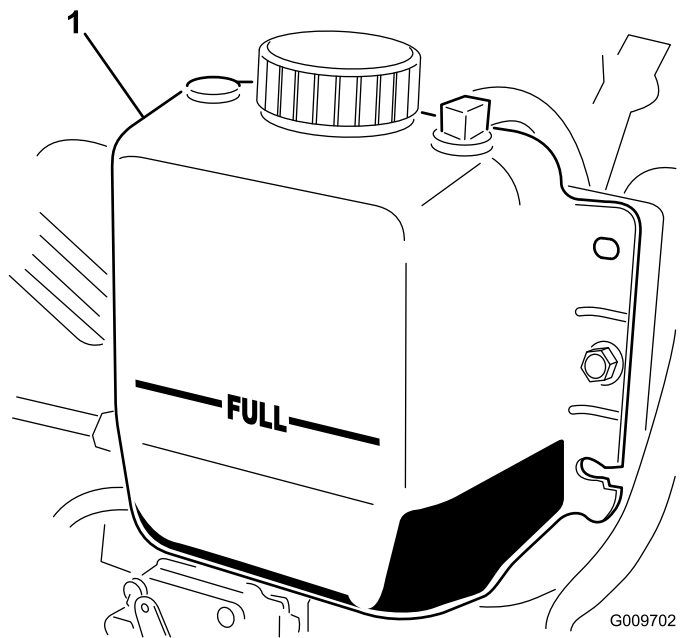

Figura 35
**Nota:** Il radiatore deve essere riempito fino alla parte superiore del collo del bocchettone ed il serbatoio di espansione fino al segno di pieno Full (Figura 35).